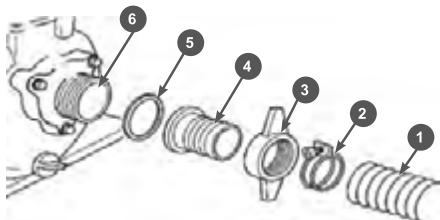

Рис.10
Установите всасывающий патрубок(4) через уплотнительную прокладку (5) к фланцу насоса(6) и плотно затяните гайку фланца(3) Рис.10. Наденьте по упору всасывающий рукав(1) на патрубок и затяните его хомутом(2).